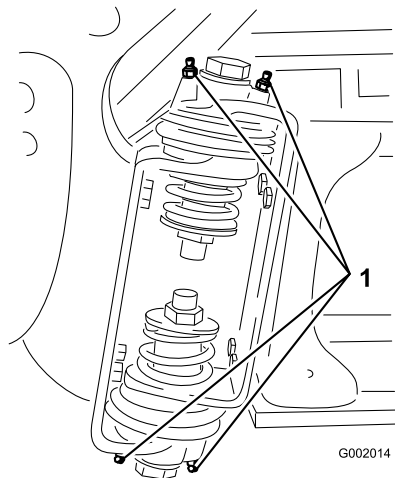

Figura 43
2. Bombee grasa en el cojinete o casquillo de cada punto de engrase Figura 43.